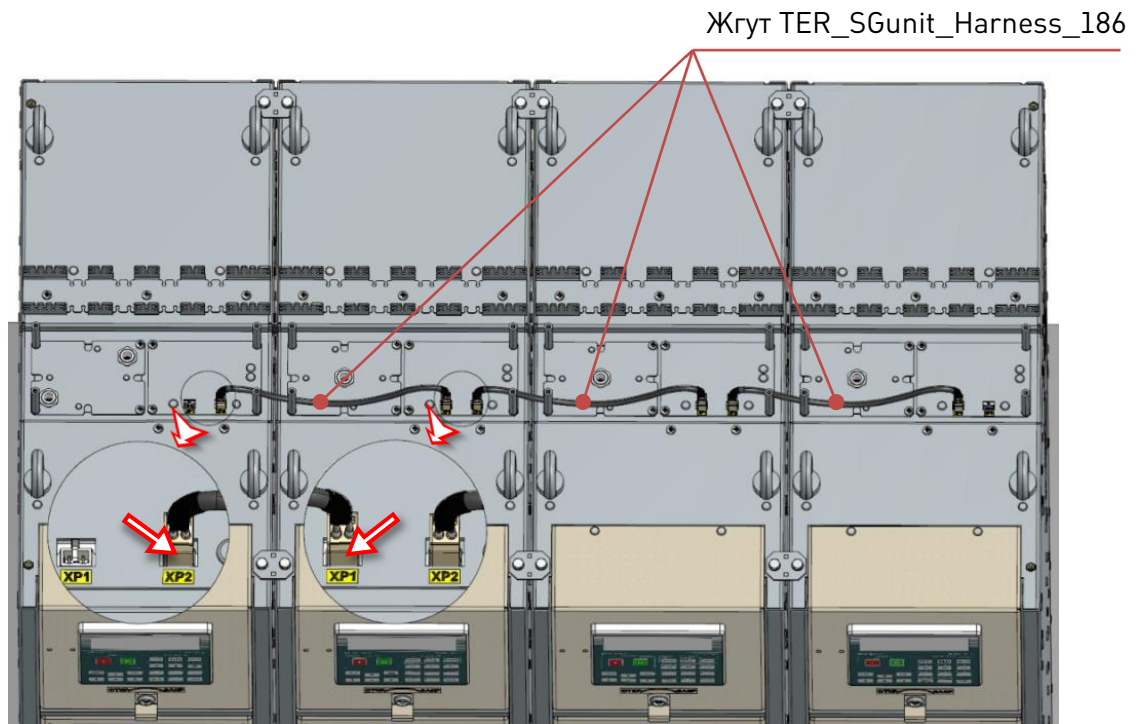

Рис.4.64. Прокладка оперативного питания по всей секции
1. Используя жгут TER_SGunit_Harness_186, из каждого монтажного комплекта шкафов коммутационных ОЛ и (или) РВ, произвести соединение шкафов между собой по линии оперативного питания. Жгуты подключить к разъемам, начиная с XP2 к XP1, между рядом стоящими шкафами, рисунок. 4.64.